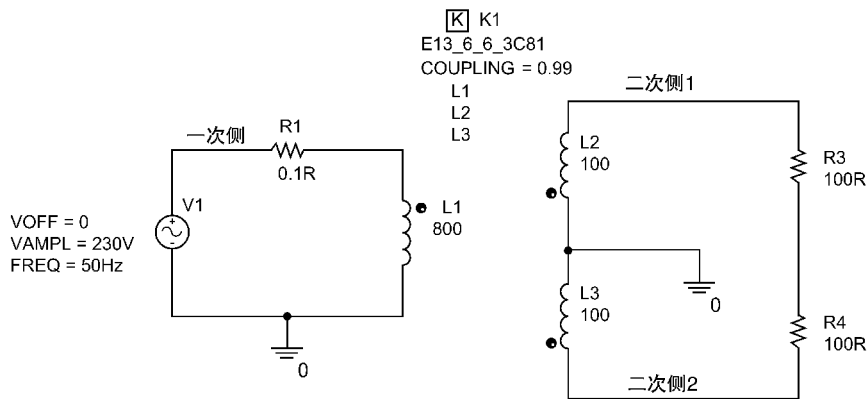

图 9.12 非线性、中心抽头变压器电路
1. 建立名称为 Non Linear Transformer 的仿真项目，然后绘制如图 9.12 所示的电路图。如图所示，输入相应的电感值，该参数为绕组的匝数值。磁心选自 magnetic 元器件库，型号为 E13_6_6_3C81。耦合系数设置为 0.99。